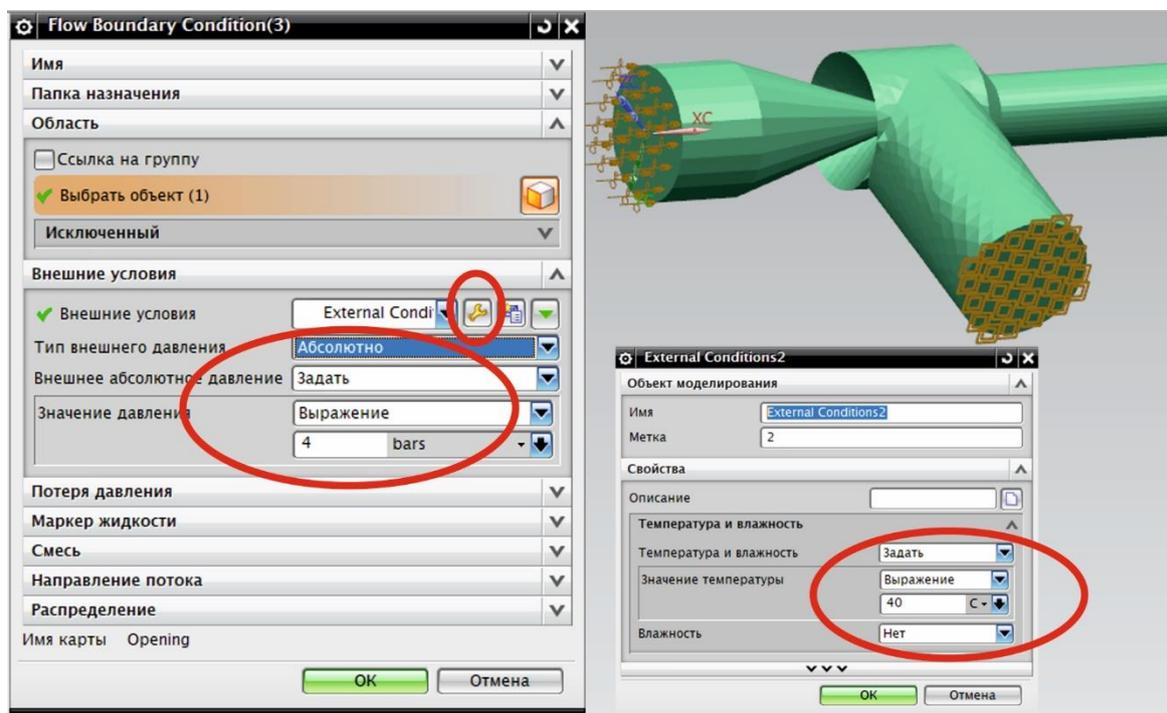

Рис. 5.4. Граничные условия потока подмеса воды
8. Задайте граничные условия потока подмеса воды (рис. 5.4). Зкладка панели инструментов «Исходная» – «Тип объекта симуляции» – «Граничные условия потока». В открывшемся окне настроек «Граничные условия потока» выберите тип «Открытие», выберите грань входного патрубка, куда входит поток подмеса воды. Как и в предыдущем пункте задайте абсолютное давление P_2 в барах. Нажмите в группе «Внешние